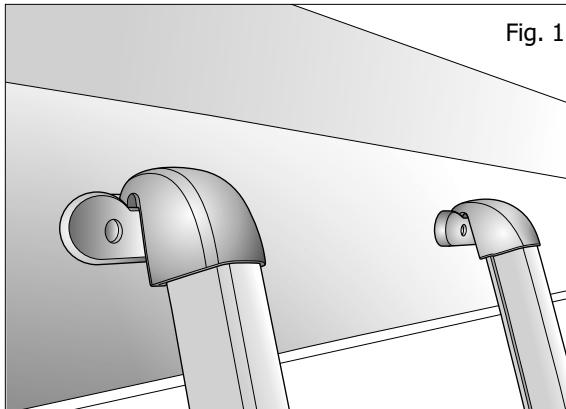

Fig. 1
Pour transformer le lit transversal en dînette, il faut d'abord abaisser la table (Fig. 1 et 2) et ensuite mettre en place la rallonge en bois (Fig. 3) et les coussins (Fig. 4 et 5).
- Pour accéder aux lits surélevés, accrochez l'échelle (Fig. 1) aux supports A prévus à cet effet situé face à la zone à laquelle vous désirez accéder (Fig. 2).